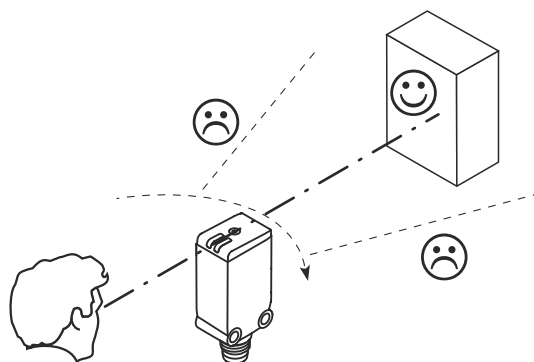

図 4: センサの方向調整
3. センサを対象物に合わせます。赤色投光ビームが対象物の中央に当たるように位置を選択します。センサの光学面（フロントカバー）の視界を遮るものが一切ないことを確認してください。参照 図 4, ページ 103